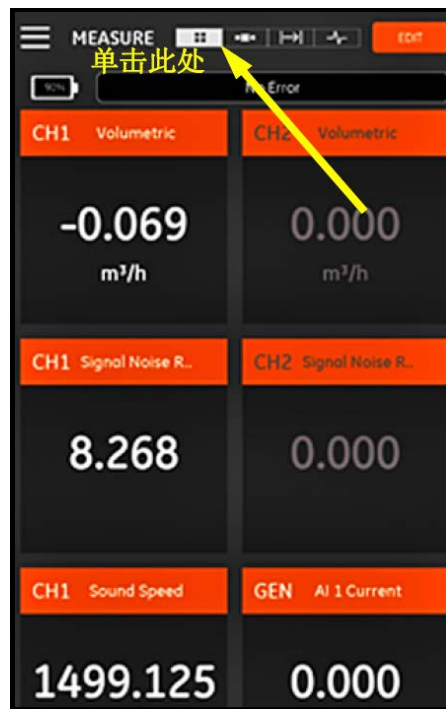

图 91: 多项测量屏幕
在下面的 图 91 中，请注意程序菜单中 CH1 已开启，CH2 已关闭。此外，通用通道中未连接任何 AI 来源，因为值为零。
图标来指示（请参见第 94 页上的图 91）。请注意以下信息：
- 错误状态框就在屏幕显示测量部分的上方。如果没有系统错误，则显示无错误（请参见第 94 页上的图 91）。但是，如果发生系统错误，会在这个位置显示错误信息，并以红色背景闪烁。